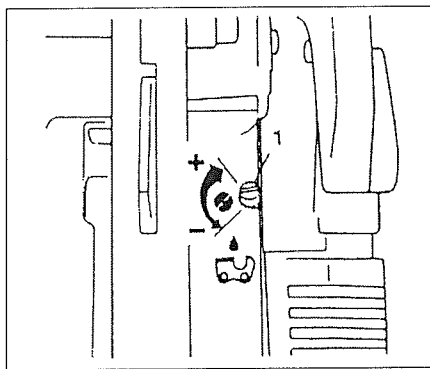

Fig.2-1C
Turn the adjusting screw (1) counterclockwise to decrease the quantity and turn it clockwise to increase the quantity. (Fig. 2-1C)
Pour diminuer la quantité d'huile faire tourner la vis de réglage du débit (1) dans le sens inverse des aiguilles d'une montre. La faire tourner dans le sens des aiguilles d'une montre pour augmenter la quantité d'huile (Fig. 2-1C).
La quantità di olio per la catena scaricata attraverso il sistema di lubrificazione è stato regolata in fabbrica sul massimo. Regolare la quantità secondo le condizioni di impiego. Girare la vite di regolazione in senso antiorario per ridurre la quantità, e girarla in senso orario per aumentare la quantità. (Fig. 2-1C) Non tentare di girare la vite oltre i segni di riferimento.
Die Schmiermenge wurde werkseitig auf maximale Schmierung voreingestellt, kann jedoch in Übereinstimmung mit den jeweiligen Einsatzbedingungen reguliert werden. Zum Verringern der Schmiermenge wird die Regulierschraube (1) nach rechts gedreht und zum Anheben nach links. (Fig. 2-1C) Die Schraube darf nicht bis über die Mengenmarkierungen hinaus verstellt werden!
La cantidad de aceite para la cadena que se descarga a través del sistema de lubricación, es ajustada en la fábrica al máximo. La cantidad deberá ajustarse de acuerdo con las condiciones de operación. Para el ajuste, deberá girarse el tornillo (1) en el sentido contrario a las agujas del reloj para reducir el caudal de lubricación y en el sentido de las agujas del reloj para aumentar el caudal de lubricación. (Fig. 2-1C).
Den mängd olja som matas genom smörjningssystemet har justerats på fabriken. Justera oljemängden efter arbetsförhållandena. Vrid justeringsskruven (1) moturs för att minska oljemängden och vrid den medurs för att öka oljemängden. (Fig. 2-1C) Försök inte att vrida skruven förbi nivåmarkeringarna.